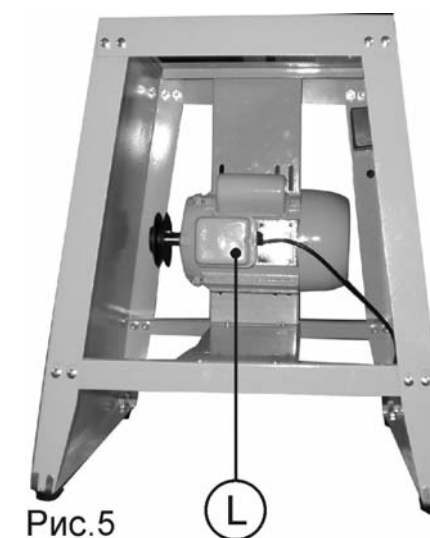

Рис.5
8.1.7. Установить узел двигателя (L) при помощи болтов с квадратными подголовками шайб и гаек как показано на Рис. 5.